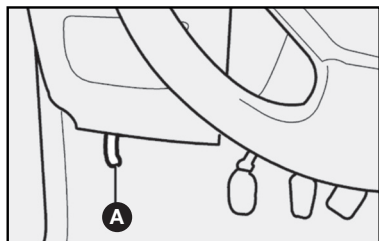

fig. 108
- 1) Tire de la palanca **A-fig. 108**.